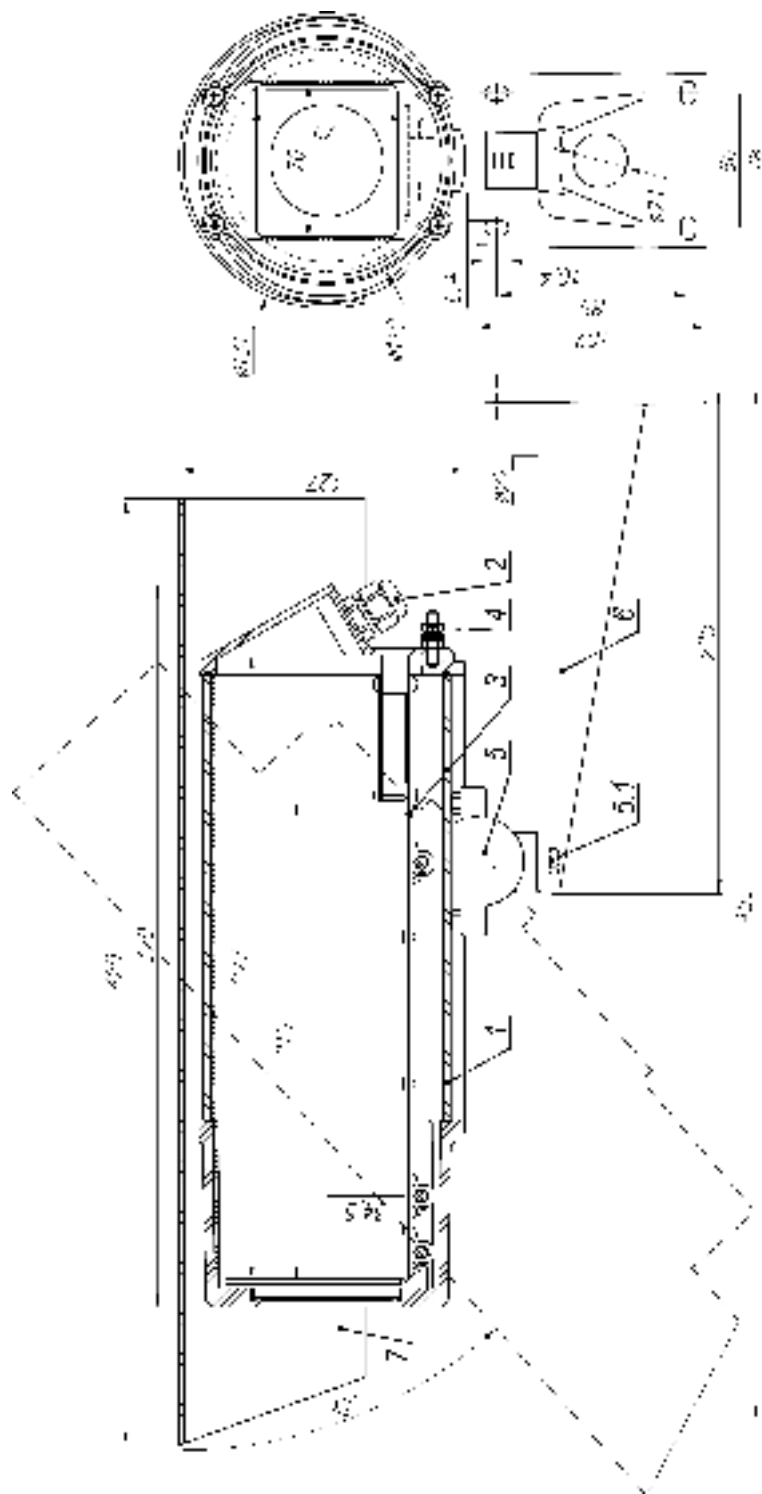

Рис. 1. Состав / габаритно-установочные размеры резервы ТБ-Т
2. Выдвинуть модуль видеокамеры (поз.3 рис.1) из кожуха.
8. Ослабив болт фиксации шарнира (поз.5.1 рис.1), установить гермобокс на нужное направление обзора, после чего надежно зафиксировать шарнир затянув болт.
9. Заземлить гермобокс с помощью болта заземления (поз.4 рис.1).
В состав изделия входят (см. рис.1):